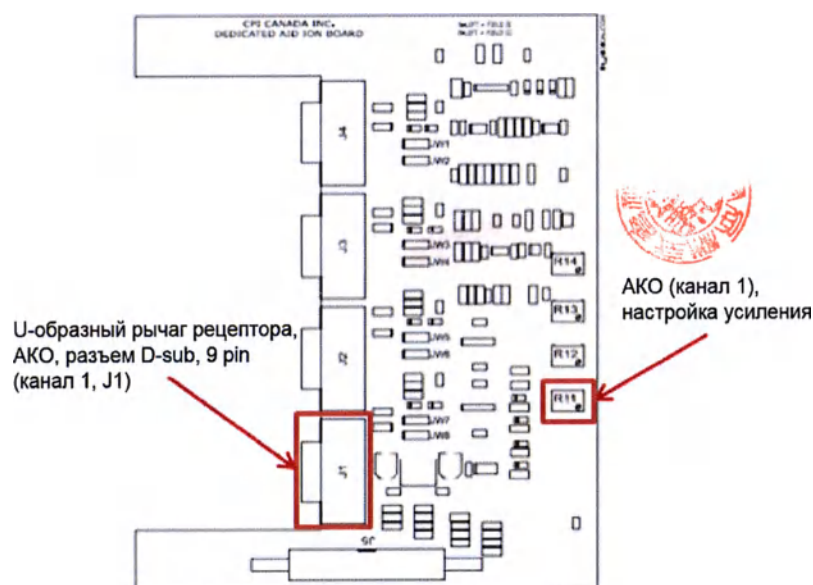
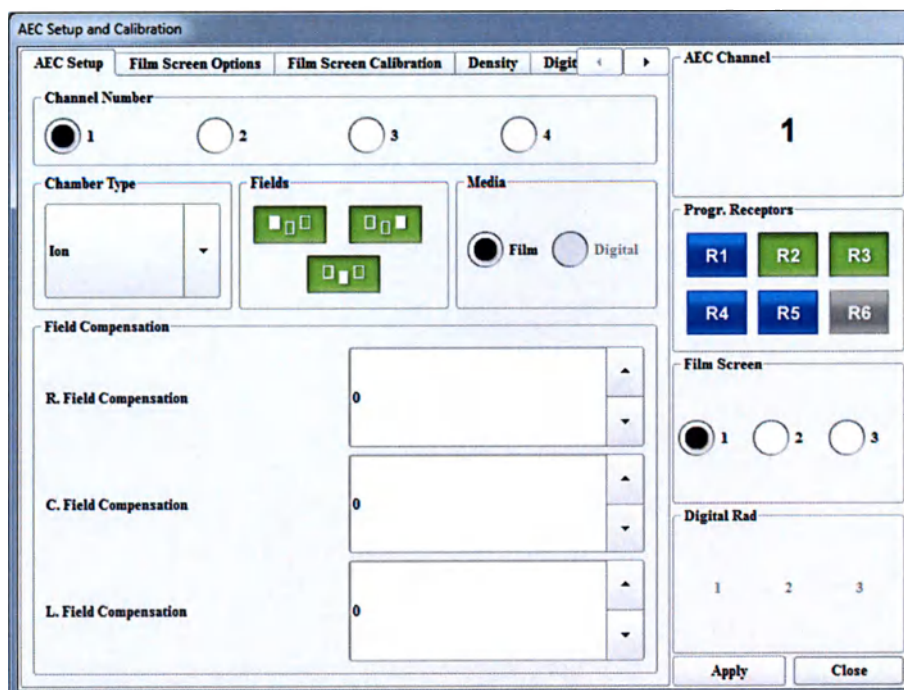
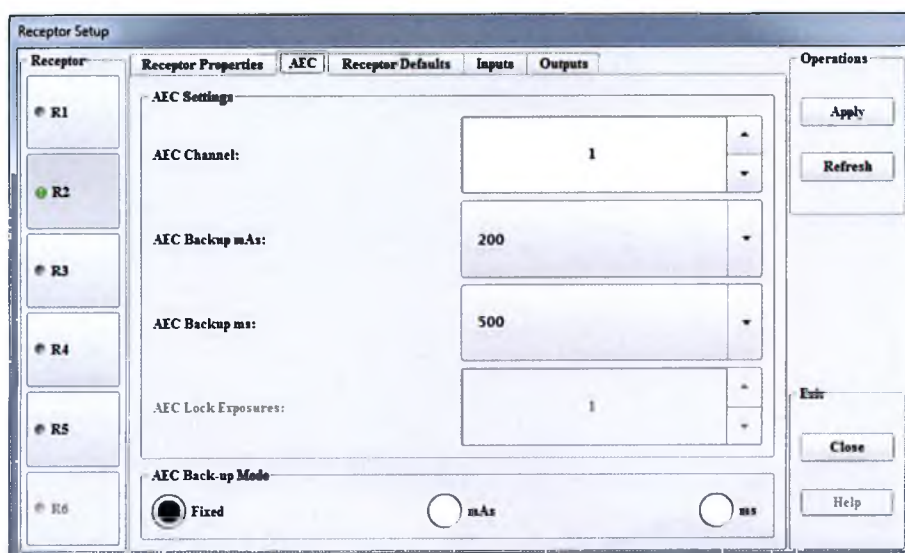

Рисунок 4-97. Подключение кабеля АКО и настройка усиления.
Рисунок 4-98. Настройки АКО
Рисунок 4-99. Настройки рецептора АКО
- Произведите настройку АКО и калибровку в соответствии с принципами, указанными ниже. [Рисунок 4-98. Настройки АКО].
(1) Выберите номер канала: 1.
(2) Выберите тип камеры: Iop.
(3) Выберите поля: левое, центральное и правое.
(4) Нажмите на кнопку Apply (подтверждение) в нижней правой части экрана для закрытия окна.
(5) Кликните по надписи Receptor Setup (настройки рецептора) в верхней правой части окна ПО GenWare.
(6) Произведите настройку в окне конфигурации рецептора в соответствии с указаниями ниже. [Рисунок 4-99. Настройки рецептора АКО].
(7) Выберите рецептор: R2.
(8) Выберите канал АКО: 1.
(9) Выберите время резервирования АКО (мАс): 200.
(10) Выберите время резервирования АКО (мс): 500.
(11) Выберите рецептор: R3.
(12) Выберите канал АКО: 1.
(13) Выберите время резервирования АКО (мАс): 200.
(14) Выберите время резервирования АКО (мс): 500.
(15) Нажмите на кнопку Apply (подтверждение) в нижней правой части экрана для закрытия окна.
(1) Выберите пункт AEC Setup menu (меню настройки АКО) в верхней части окна приложения.
(2) Выберите R1 и установите канал АКО на отметку 1. [Рисунок 4-99. Настройки рецептора АКО].
(3) Нажмите на кнопку Apply (подтверждение) в верхней правой части экрана. Закройте окно по завершении процедуры.
(4) Установите напряжение трубки на отметку 75 кВп, ток трубки на отметку 200 мА и DEN на отметку 0.
(5) Выберите поле: центральное.
(6) Выберите принцип: АКО.
(7) Выберите рецепторы: R1.
(8) Выберите пункт AEC Setup menu (меню настройки АКО) в верхней части окна приложения.
(9) Выберите вкладку калибровки сетки в меню настройки АКО.
(10) Выберите коэффициент усиления напряжения 75 кВ: 4.5.
(11) Настройте R11 [Рисунок 4-97] так, чтобы измеряемый уровень радиации составлял 7 мкГр.
(12) Отрегулируйте коэффициент усиления напряжения 65, 85, 95, 110 и 130 кВ до тех пор, пока доза радиации не будет находиться на отметке 7 мкГр.
(13) Нажмите на кнопку Apply (подтверждение).
(14) Выберите вкладку AEC Setup (Настройки АКО).